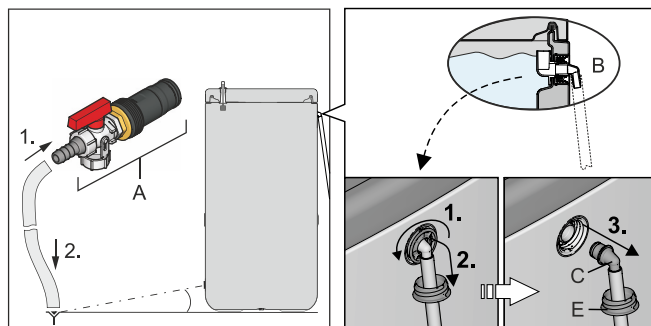
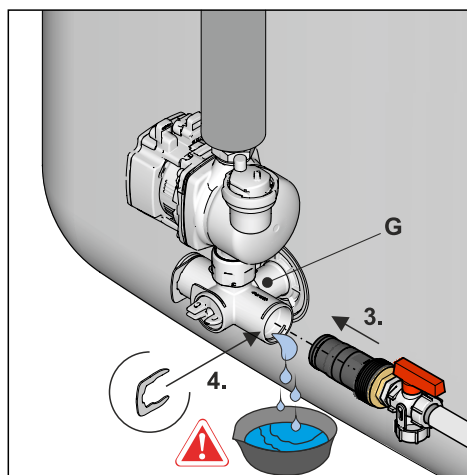

Fig. 9-1 Montar a mangueira de drenagem; opcional: desmontar o elemento de ligação da descarga de segurança
Fig. 9-6 Montar a ligação de enchimento KFE na peça angular de ligação
- 2 Ligar a mangueira de descarga à **ligação de enchimento KFE (acessórios KFE BA)** (Fig. 9-1, pos. A) e encaminhar para um ponto de descarga pelo menos à profundidade do solo.
Se não estiver disponível nenhuma **ligação de enchimento KFE**, é possível, alternativamente, desmontar o elemento de ligação (Fig. 9-1, pos. C) da descarga de segurança (pos. B) e utilizá-lo.
Tab. 9-1 Legenda para Fig. 9-1 a Fig. 9-6
- Ajustar o encaixe de válvula no ângulo de ligação de modo que o caminho para o tampão cego fique bloqueado (Fig. 9-6).
- Colocar uma tina de recolha adequada por baixo e remover o tampão cego do ângulo de ligação (Fig. 9-6).
- Encaixar a **ligação de enchimento KFE** no ângulo de ligação e fixar com a mola de retenção (Fig. 9-6).